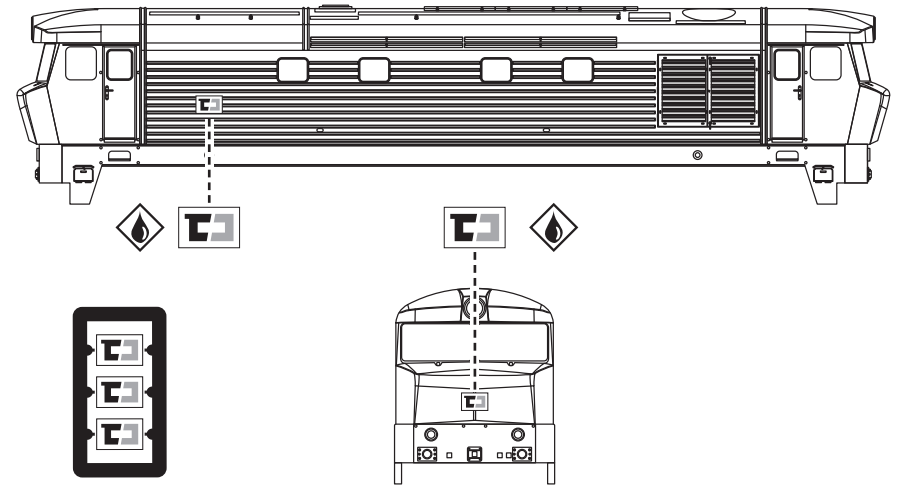

Fig. 3
Mehrzugbetrieb: Zuerst Lokgehäuse abnehmen (Fig. 3). Danach den Brückenstecker aus der Schnittstelle entfernen (diesen sorgsam aufbewahren). Danach den Stecker des Steuerbausteins lagerichtig einsetzen (siehe Fig. 7).
2. Schmierung: Versehen Sie die im Schmierplan in Fig. 4 gekennzeichneten Stellen mit nur **kleinen Öltropfen**. Dazu zuerst das Lokgehäuse abnehmen (Fig. 3). Wir empfehlen den ROCO **Öler Art.-Nr. 10906**. Fürs Schmieren der Getriebeteile (Zahnräder, Schnecke) empfehlen wir das **ROCO-Spezialfett Art.-Nr. 10905**. Im Falle der Schmierung diese Teile **nicht ölen**.
4. Motorwechsel: Lokgehäuse abnehmen (Fig. 3). Danach wird der Motor ausgebaut (Fig. 8).
2. Lubrication: Apply **tiny oil drops** to spots marked in fig. 4. Prior to lubrication dismantle locomotive (fig. 3). We recommend using item no. **10906, ROCO oiler**. For lubrication the gearparts (e.g. cogwheels, worm) we would recommend our ROCO **special grease** (item no. **10905**).
4. Motor Changing: First remove loco body (fig. 3), and then the motor (fig. 8).
^{voir} } Fig.3